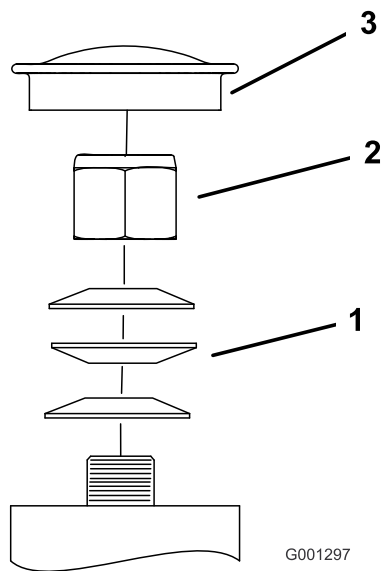

Bild 60
3. Entfernen Sie den Staubdeckel vom Laufrad und ziehen Sie die Sicherungsmutter an (Bild 60).
4. Ziehen Sie die Mutter so weit an, bis die Federscheiben flach sind. Drehen Sie dann 1/4 Drehung zurück, damit Sie die Vorlast korrekt auf die Lager verteilen können (Bild 60).
5. Setzen Sie den Staubdeckel auf (Bild 60).
Wichtig: Achten Sie darauf, dass die Federscheiben korrekt wie in Bild 60 dargestellt eingesetzt sind.